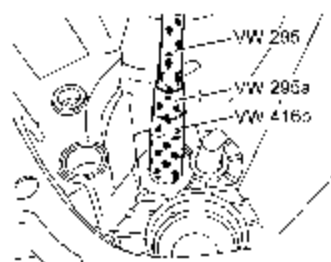

图 9-73 嵌入滚柱套筒
(4) 嵌入滚柱套筒, 应使用专用工具进行, 如图 9-73 所示。